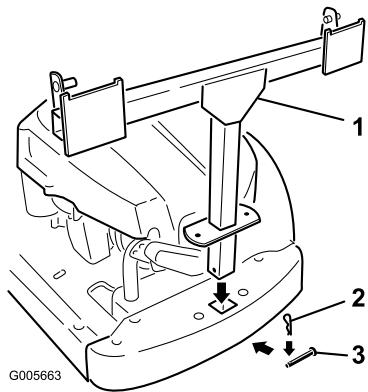

Bild 4
- Befestigen Sie den Rahmen des Heckfangsystems mit einem Lastösenbolzen (5/16 x 2-1/4 Zoll) und einem Splint (Bild 4).
- 3. Setzen Sie an jeder Seite des Rahmens des Heckfangsystems eine Stange ein. Ermitteln Sie die bestehende geschlitzte Halterung zwischen dem hinteren Antriebsrad und dem Rahmen. Setzen Sie das breitere Ende der Stange in die Öffnung im Schlitz und schieben Sie die Stange nach hinten (Bild 4).
- 4. Stecken Sie das gebogene Ende der Stange in den Rahmen des Heckfangsystems, siehe Bild 4. Befestigen Sie beide Enden der Stangen mit Splinten.